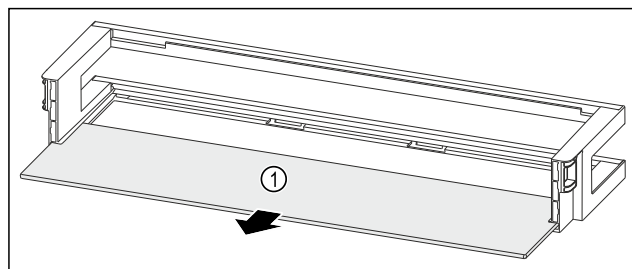

Fig. 163 Лотки на дверцятах з полицею
- ▶ Дістаньте полицю Fig. 163 (1).